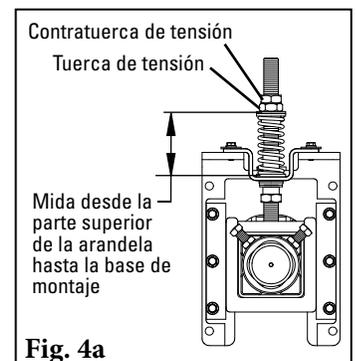

Fig. 4a
- 4a. **Tensor de resorte:** Afloje las contratuercas de tensión inferiores en ambos lados. Gire las tuercas de tensión hasta que haya alcanzado la compresión correcta del resorte (Fig. 4a). La compresión del resorte es determinada por la longitud del resorte. Consulte la tabla a continuación para conocer la longitud correcta del resorte para su ancho de banda.
5. **Reensamble el tensor SAT2.** Retire los tres tornillos de la placa de soporte de bolsa de aire (Fig. 4a). Gire el accesorio roscado hacia la placa de soporte. Gire también parte del accesorio roscado en el orificio en el montaje del eje (Fig. 4b). Asegúrese de que todavía se vea 1/4" (6 mm) del accesorio roscado, luego gire la bolsa de aire en el accesorio roscado y apriete (Fig. 5).